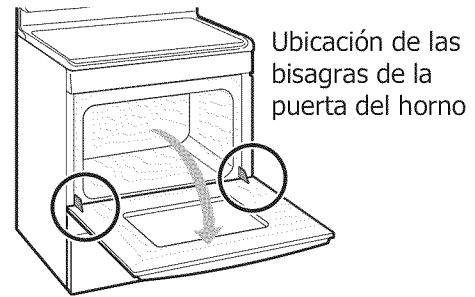

Figura 17: Ubicación de las bisagras de la puerta
1. Abra completamente la puerta del horno, dejándola horizontal con el piso (vea la Figura 17).
3. Abra completamente la puerta del horno, dejándola horizontal en relación con el piso (vea la Figura 17).